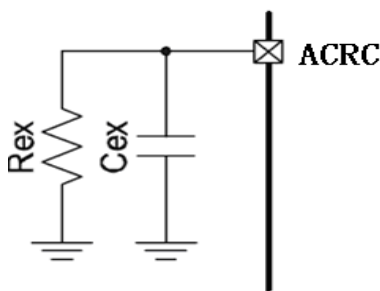

图 6. ACF 模式引脚 ACRC 的外接方式
*2:连接方式见下图6所示。
ACF模式下启动时间^{*1}和释放时间^{*2}可通过在ACRC端外接不同的电阻(R_{ex})和电容(C_{ex})值灵活地设置,连接方式见图6所示。